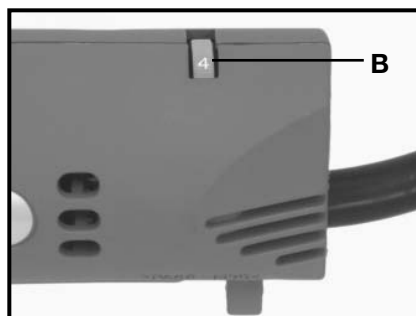

Fig. 15A
La velocidad se ajusta girando la rueda de accionamiento con el pulgar (B), Fig. 15A. La posición No. 1 de dicha rueda proporciona la velocidad de funcionamiento más lenta (2100 CPM) y la posición No. 6 la más rápida (6000 CPM). La velocidad puede cambiarse mientras el motor está funcionando o mientras está parado.